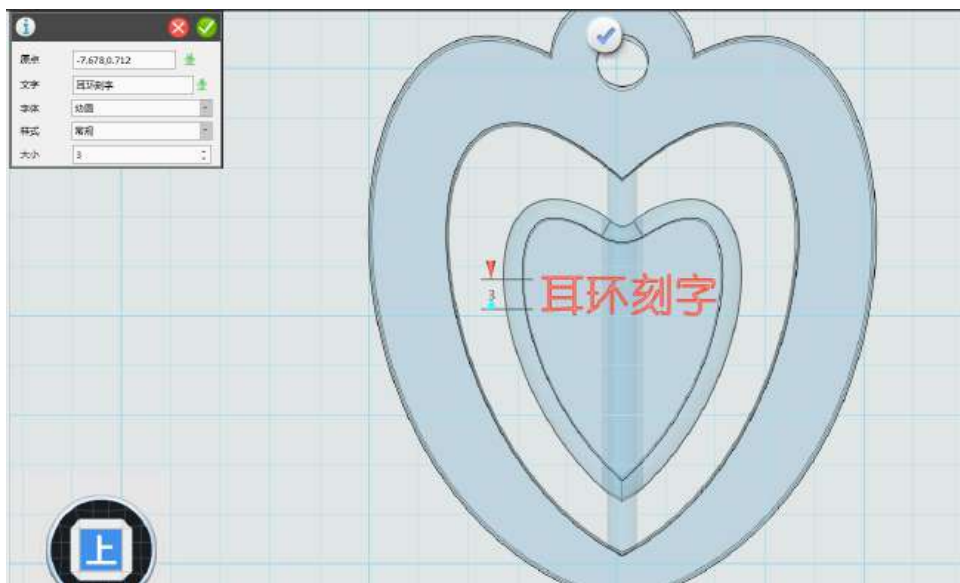

图 1-19
Step 19 输入文字。可以写“耳环刻字”，并调节文字大小，确定之后点击完成，退出草图，如下图 1-19 所示：